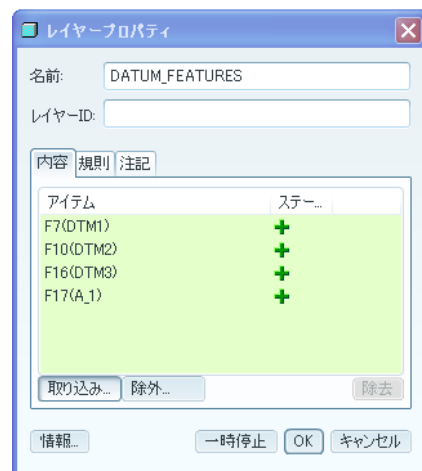

図 4-87 レイヤープロパティ
- 設定が終わったら「OK」ボタンをクリックするとデータム平面と軸が「ステータス」+として図 4-87に表示されるように取り込まれる。